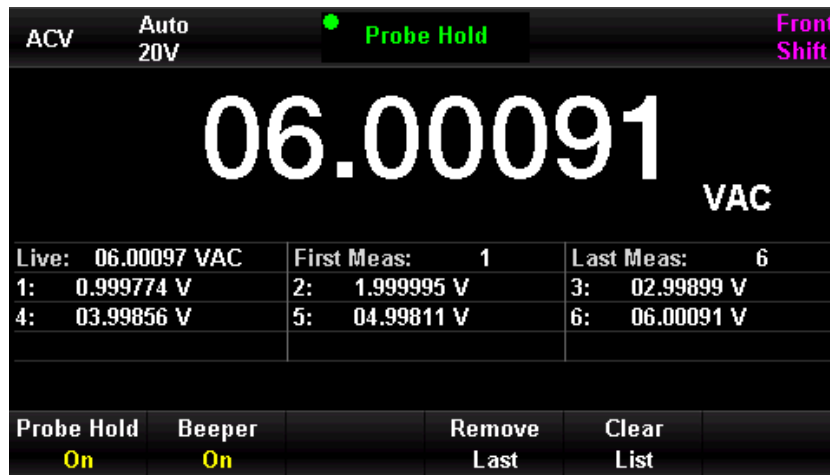

Abbildung 4-11 Menü zur ACV-Hold-Messung
5. Schließen Sie ein Ende der Messleitung an das Multimeter an, die rote Messleitung an den Anschluss Input-HI und die schwarze Messleitung an den Anschluss Input-LO, wie in Abbildung 2-15 gezeigt. In diesem Fall werden auf dem Bildschirm die gemessenen Ergebnisse der Wechselspannung angezeigt, wie in Abbildung 4-11 dargestellt.